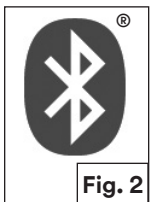

Fig. 2
- a. Presione el botón - hasta que el indicador del modo GRIND (amolado) o CUT (CORTE) parpadee. A continuación, presione los botones - y + simultáneamente. El indicador TAP (TOCAR) parpadeará junto con el indicador del modo GRIND o CUT seleccionado para ingresar a la función HAPTIC TAP (TOQUE HÁPTICO) (Fig. 1a). El toque háptico quedará activado. Al tocar el protector 3 veces rápidamente, el filtro de soldadura cambiará entre el modo GRIND o CUT seleccionado y el número de tono de soldadura seleccionado (Fig. 2). El indicador TAP parpadeará al tocar. Toque a un ritmo moderado hasta que parpadee